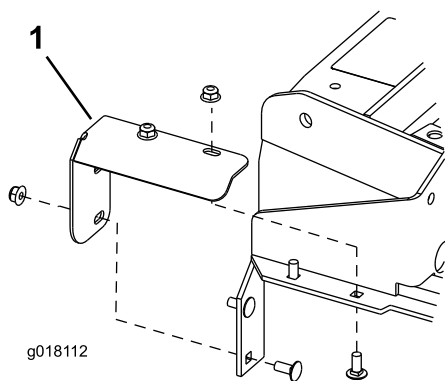

Figura 2
5. Montate il carter pedale sinistro nell'angolo sinistro dell'apparato di taglio con (4) bulloni a testa tonda da 5/16 x 3/4 pollici e dadi flangiati come illustrato in Figura 2.